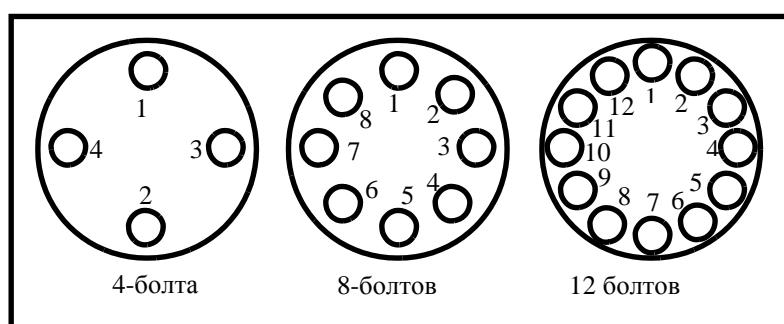

Рисунок 2-2 Последовательность затяжки болтов
4. Установите оставшиеся болты между фланцами трубопровода. Затяните гайки в последовательности, показанной на рис. 2-2. Проверьте на герметичность после затяжки болтов